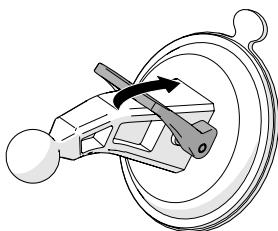

Fig. 8
3. Positionnez soigneusement la ventouse sur le pare-brise et faites pivoter le bras de verrouillage vers le bas pour le coller fermement. (Figure 8)